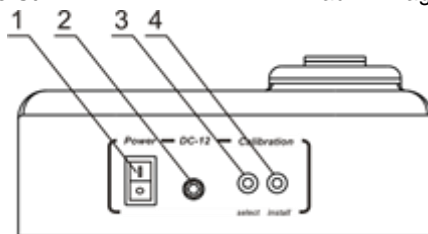

Abbildung 2.
- 5.1. Schließen Sie die externe Stromversorgung an den Stromkreis an. Schalten Sie das Gerät mit dem **Power**-Schalter (Abb. 2/1) an der Rückseite ein.
- 6.4. Schließen Sie die externe Stromversorgung an den Stromkreis an. Schalten Sie das Gerät mit dem **Power**-Schalter (Abb. 2/1) an der Rückseite ein.
- 6.5. Drücken Sie die **Auswahl**-Taste (Abb. 2/3) an der Rückseite des Geräts.
- 6.6.1. **Leere Steckdose.** Auf dem Display erscheint die Anzeige **-.--**. Drücken Sie die **Install**-Taste (Abb. 2/4), um den Leersockelwert zu speichern. Das Display zeigt den nächsten erforderlichen Kalibrierungswert.